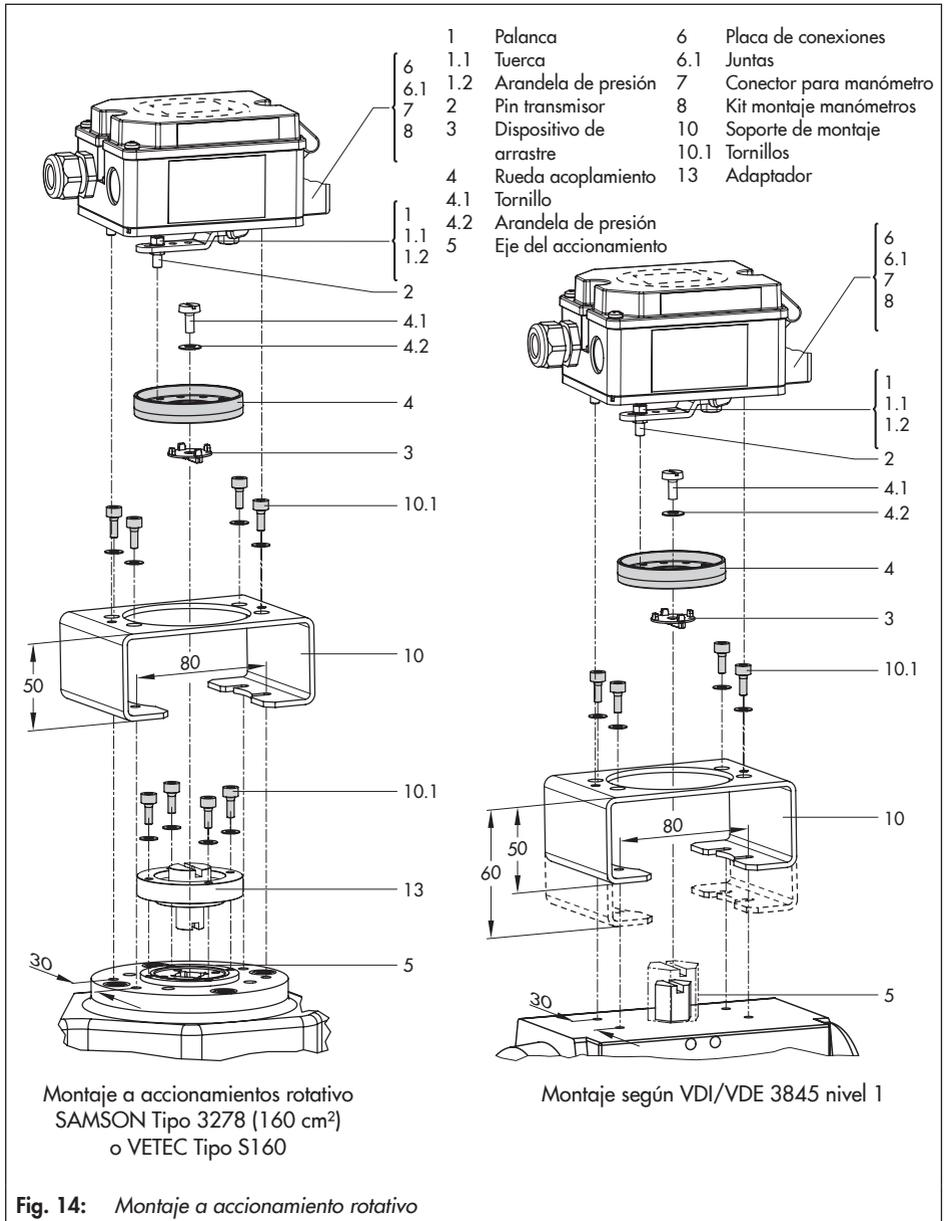

Fig. 14: Montaje a accionamiento rotativo
7. Colocar el posicionador en el soporte de montaje (10) y atornillarlo. Al hacerlo colocar la palanca (1) de forma que, teniendo en cuenta la dirección de giro del accionamiento rotativo, el pin transmisor encaje en la ranura de la rueda de acoplamiento (4) (Fig. 14).
- ➔ A mitad de recorrido del accionamiento rotativo, la palanca (1) tiene que quedar paralela longitudinalmente al posicionador.
8. Pegar la escala adhesiva en la rueda de acoplamiento (4), de forma que la punta de la flecha indique la posición cerrada y que sea de fácil lectura en la posición de montaje de la válvula.